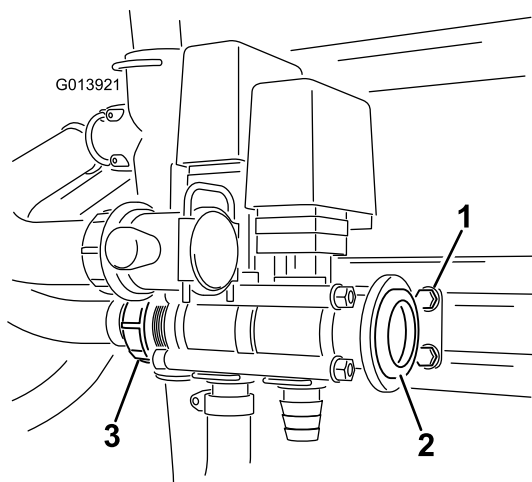

Рисунок 7
Примечание: Убедитесь в том, что кронштейн можно свободно регулировать после соединения клапанов (Рисунок 7). Максимальный момент затяжки составляет 271-339 Н-см.
- Вставьте прокладку в переходник и поместите ослабленный хомут с червячным зажимом на корпус переходника (Рисунок 7).